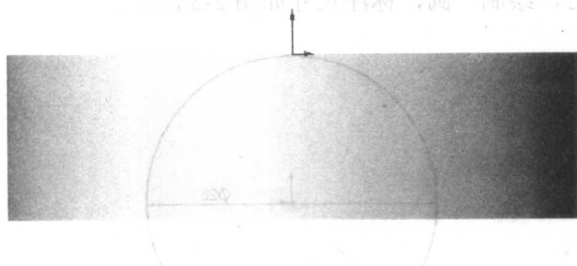

图 2-8 上视基准面
**STEP 6** 选择上视基准面为绘制平面，进入草图环境，如图 2-8 所示。